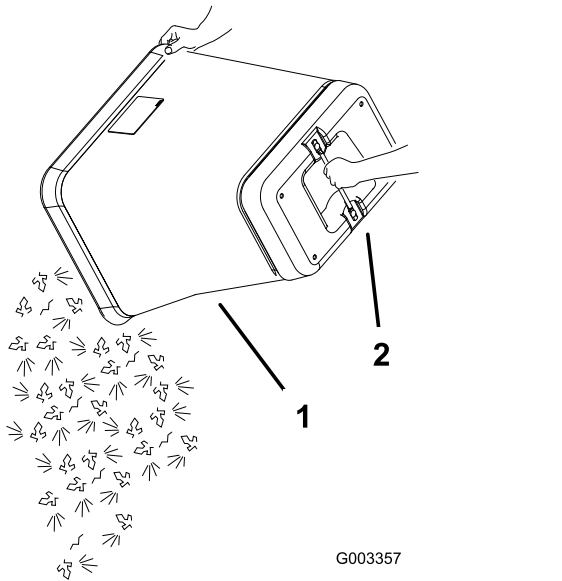

Bild 39
6. Fassen Sie den Griff unten am Grasfangkorb an und drehen den Grasfangkorb zum Entleeren um (Bild 39).